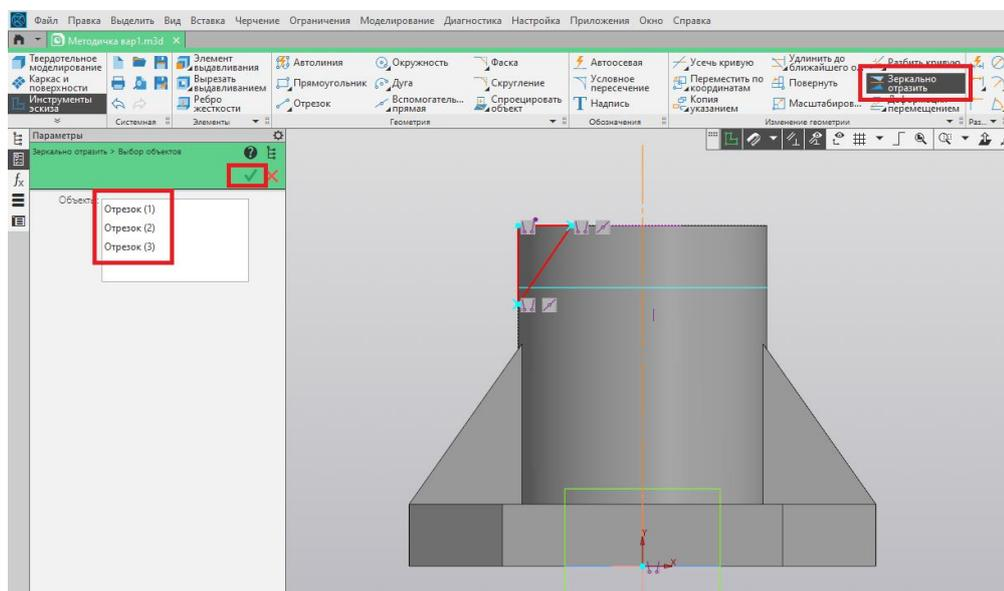

Рис. 35
32. При помощи команды «Зеркально отразить» отражаем треугольник относительно осевой линии (рис. 35).